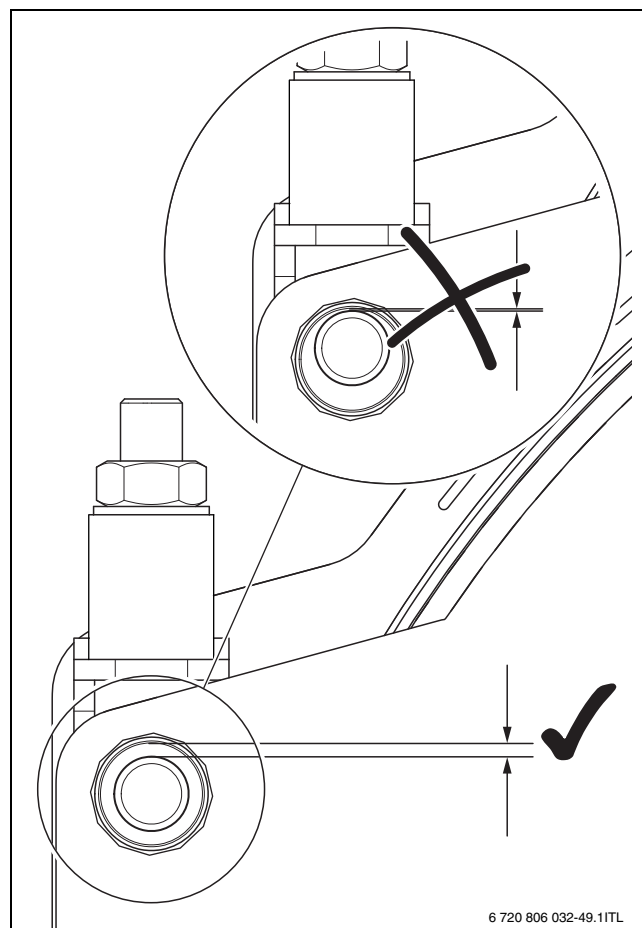

Fig. 19 Poziție ușă arzător și bolț de balama
- Partea stângă: coborâți balamalele prin desprinderea piuliței balamalei [2] (2 până la 3 rotații). Ușa nu mai trebuie rezemată pe bolțurile balamalei [4] ușii (→ fig. 19). Partea dreaptă: piulița de siguranță [3] se răsucește cu 2 până la 3 rotații în direcția ușii arzătorului. Astfel, se deschide ușa arzătorului cazanului. Între ușa arzătorului și arzător trebuie să existe o fantă de minimum 5 mm, în așa fel încât garniturile de etanșare să nu fie deteriorate.